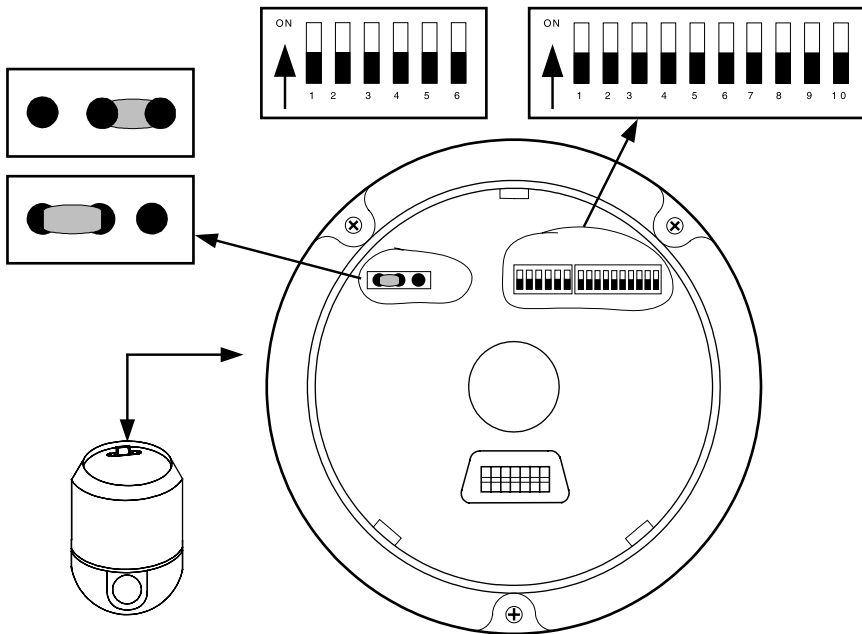

Figura 2
Come illustrato nella figura 2, SW2 si usa per impostare il protocollo di comunicazione e la baud rate utilizzata dalla dome camera. Dal DIP-4 fino al DIP-1 dello SW2 si utilizzano per selezionare i protocolli e sono selezionabili un massimo di 16 diversi protocolli. La tabella che segue mostra lo stato dei DIP switch per i protocolli selezionati per la dome camera.
4. SETUP DELLA BAUD RATE DI COMUNICAZIONE. Come illustrato nella figura 2, SW2 si usa per impostare il protocollo di comunicazione e la baud rate utilizzati dalla dome camera. I DIP-6 e DIP-5 del SW2 si utilizzano per selezionare la baud rate di comunicazione tra 4 diverse possibili. Se il controller adotta una baud rate non standard, si può regolarla per essere identica a quella della macchina principale come indicato nella seguente tabella.
5. SELEZIONE DEL TERMINALE RESISTORE DELLA DOME CAMERA. Come illustrato nella figura 2, JP1 è lo switch di selezione per il terminale resistore a 120Ω sul bus RS485, al quale si può connettere solo un terminale resistore della dome camera all'estremità più lontana, mentre i resistori di altri apparecchi devono essere aperti.
11. Con i DIP switch di codifica come illustrato in Figura 2, impostare il protocollo utilizzato dalla camera e la baud rate secondo la tabella 2. Verificare l'indirizzo della camera per vedere se corrisponde a quello che si vuole. In caso contrario impostare l'indirizzo della dome camera alla posizione corrispondente come da tabella 1.